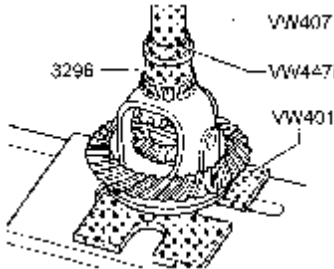

图 9-125 压入圆锥滚柱轴承内圈
(4) 压入圆锥滚柱轴承内圈时应采用挤压工具进行压入，如图 9-125 所示。